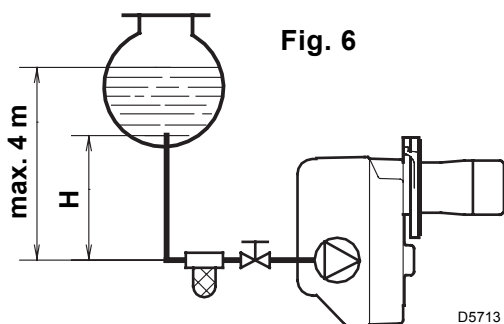
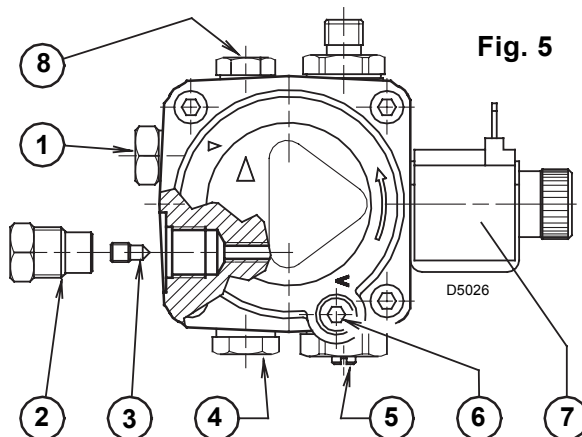

Fig. 6
Fig. 5
- La pompe est prévue pour un fonctionnement en bitube. Pour le fonctionnement en mono-tube, il faut dévisser le bouchon de retour (2), enlever la vis de by-pass (3) et ensuite revisser le bouchon (2), (voir fig. 5).
Dans l'installation en fig. 6, il faut desserrer le raccord du vacuomètre (5, fig. 5) jusqu'à la sortie du combustible.